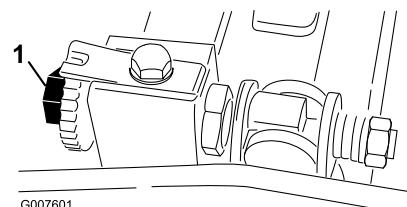
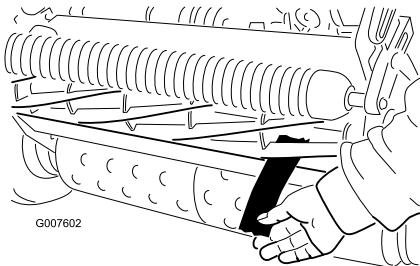

Figure 39
Figure 40
2. Supprimez tout contact avec le cylindre en tournant les vis de réglage de la barre d'appui dans le sens antihoraire (Figure 39).
4. À une extrémité de l'avant du cylindre, insérez une longue bande de papier journal entre le cylindre et la contre-lame (Figure 40). Tournez le cylindre lentement en avant tout en tournant la vis de réglage de la barre d'appui dans le sens horaire (du même côté du cylindre), un cran à la fois, jusqu'à ce que le papier soit légèrement pincé lorsqu'il est inséré par l'avant, parallèlement à la contre-lame et résiste donc légèrement quand vous tirez dessus (Figure 39).
6. Vérifiez ensuite si le cylindre peut saisir le morceau de papier inséré par l'avant et le couper lorsqu'il est inséré perpendiculairement à la contre-lame (Figure 40). Normalement, le papier doit être coupé avec un minimum de contact entre la contre-lame et les lames du cylindre. Si le cylindre semble frotter de façon excessive (plus de 0,79 Nm), rôdez ou affûtez les lames pour obtenir les bords tranchants nécessaires à une tonte de précision (voir le manuel d'affûtage des cylindres Toro).